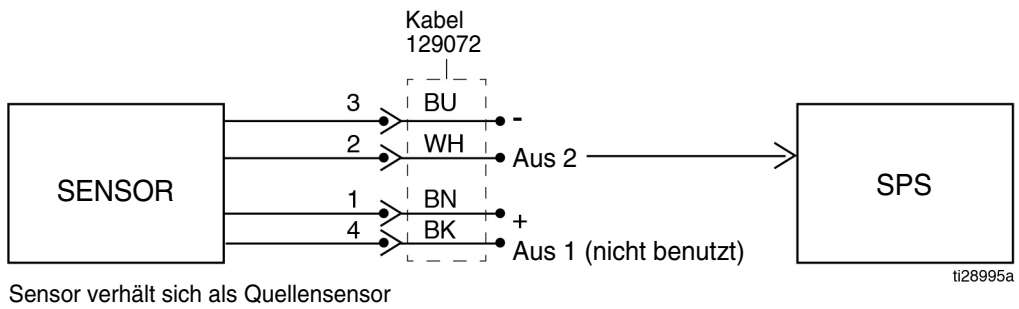

ABB. 13
**HINWEIS:** Zum Betrieb der Pumpe und zur Überwachung des Niedrigfüllstands kann Graco GLC2200 (Teilenummer 24N468, nur Serie F oder später) verwendet werden. Siehe ABB. 13 zur Verdrahtung des Niedrigfüllstandssensors in Systemen mit GLC2200-Steuerung. Ein Niedrigfüllstandssensorkabel (Teilenummer 129072) und ein GLC2200-Kabelbaum (Teilenummer 24P314) sind erforderlich.